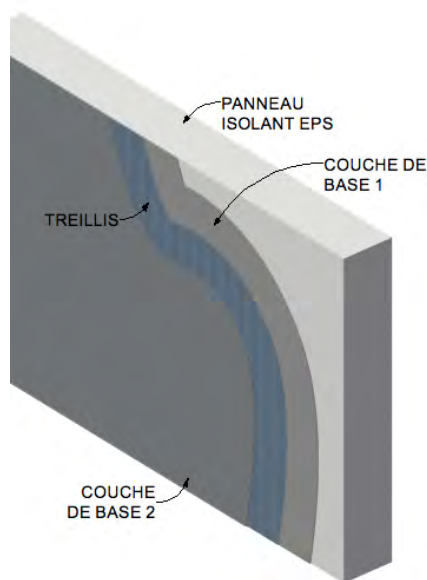

Figure 9
9.5.1.2.(3) Permettre à la couche de base de sécher jusqu'à ce qu'elle soit sèche au toucher. Appliquer à la truelle une deuxième couche de base recouvrant la première couche afin de **noyer complètement** le treillis d'armature – Figure 9. Le résultat doit être tel que le treillis d'armature est situé approximativement au milieu de l'épaisseur de la couche de base. Ne pas laisser complètement sécher la première couche avant l'application de la seconde couche ou alors une quantité excessive de mélange sera nécessaire pour recouvrir entièrement la surface du mur. Une fois séchée, l'épaisseur ne doit pas être moins de 2.0mm (1/12 po).